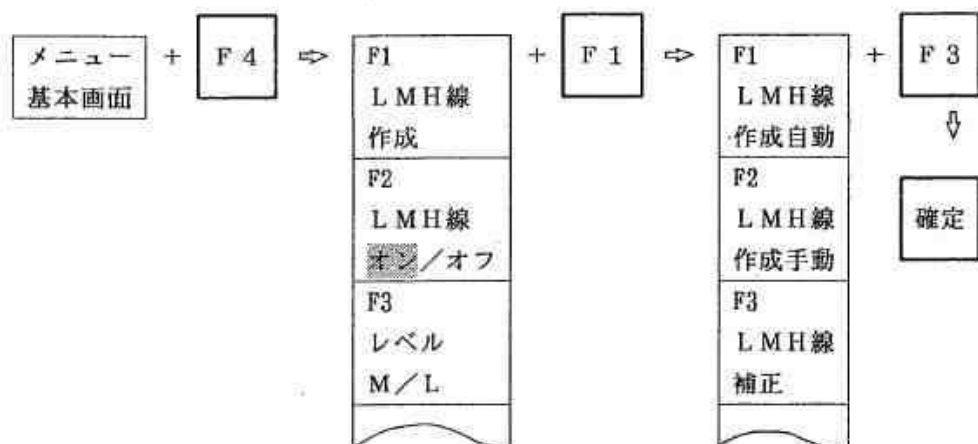

図 9.3.7 LMH線の手動補正モード設定方法
- ① メニューエリアにメニュー基本画面が表示されている状態で選択キー [F4] を1回押します。図 9.3.7 の選択メニューが表示されます。